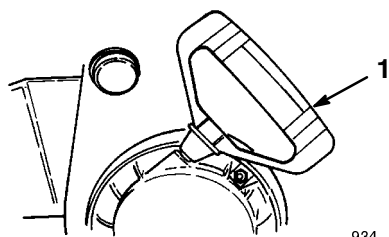

Bild 20
- **Rücklaufstarter** (Bild 20)—Der Rücklaufstarter befindet sich hinten am Motor. Ziehen Sie den Rücklaufstarter zum Anlassen des Motors.
7. Ergreifen Sie den Rücklaufstartergriff (Bild 20) und ziehen ihn langsam heraus, bis ein Widerstand zu spüren ist. Ziehen Sie ihn dann kräftig durch, um den Motor zu starten.